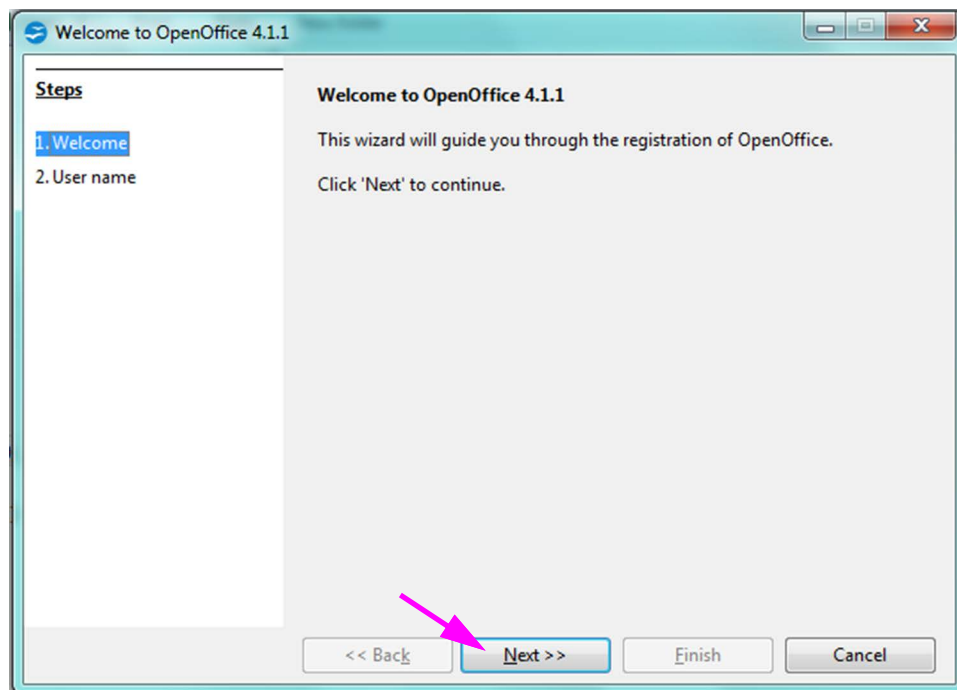

Abbildung D-2. Registrierungsbildschirm von AOO
2. Beim ersten Start von AOO wird ein Registrierungsbildschirm angezeigt. Siehe Abbildung D-2.